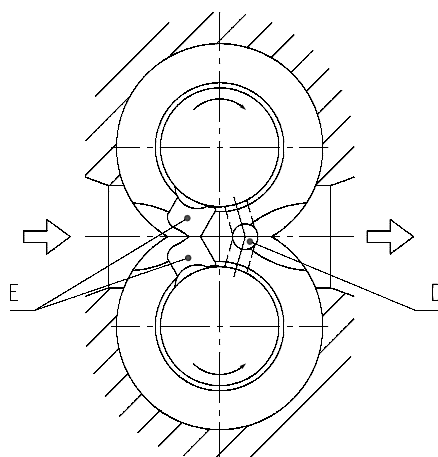

Рисунок 3.6 Применение с  $\Delta p_{отр.}$ , смазочные пазы E на стороне подачи, отверстие для отведения расплава D на стороне выхода
- для специальных применений с отрицательной разностью давлений  $\Delta p_{отр.}$  ( $p_{сторона\ подачи} > p_{сторона\ выхода}$ ): идущее по оси через подшипник отверстие для отведения расплава D на стороне выхода (рисунок 3.6)